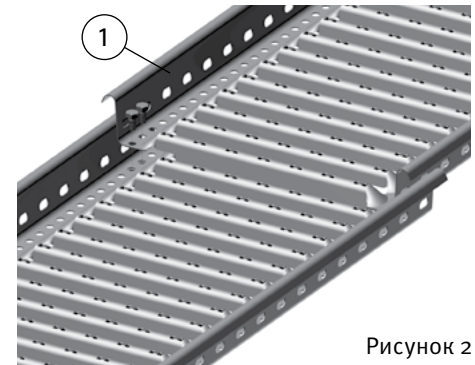

Рисунок 2
- щоб продовжити платформи, необхідно виконати їх з'єднання з обох сторін за допомогою 2 болтів з шестигранною головкою М8х16 і гайок з шестигранною головкою М8 (рис. 2).